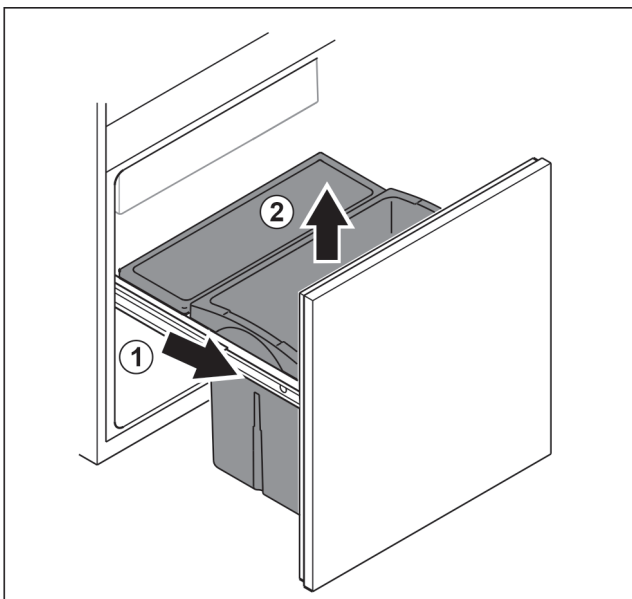

Fig. 148
- ▶ Auszugswagen bis zum Anschlag herausziehen. Fig. 148 (1)
- ▶ Schubfach nach oben entnehmen. Fig. 148 (2)